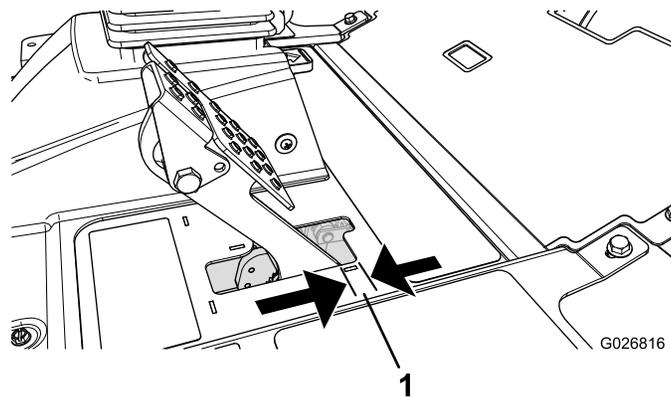

図 65
ブレーキペダルの「遊び」図 65が 2.5 cm 以上となったり、強く踏み込まないとブレーキの効きが悪いと感じられるようになったら、調整を行ってください。遊びとは、ブレーキペダルを踏み込んでから抵抗を感じるまでのペダルの行きしろを言います。
2. 後ナットを締めてケーブルを後方に移動させて、ホイールがロックする前のブレーキペダルの遊び 図 65が 6.3-12.7 mm なるように調整する。